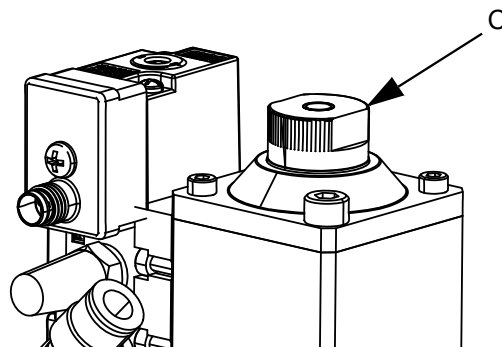
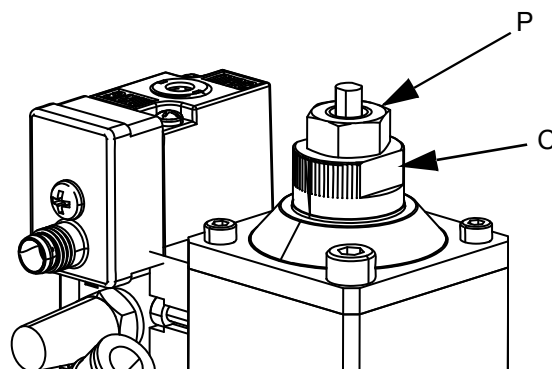

FIG. 8
FIG. 9
Justeringsmuttern (C) ovanpå ventilen anger hur långt ventilen öppnar. Detta begränsar materialflödet genom munstycke och säte. Se FIG. 8.
- Vrid justermuttern (C) medsols till ventilen är stängd. Se FIG. 8. På ventiler med droppfri tillbakadragning vrider man justermuttern moturs för att minska hur långt som ventilen öppnar. Se FIG. 9.
- Öppna justeringsmuttern (C) långsamt och slå på och av luften tills önskat flöde uppnås.
- Dra åt låsmuttern (P) så att justeringsmuttern (C) hålls på plats, om din ventil har munstycke med droppfri tillbakadragning. Se FIG. 9.